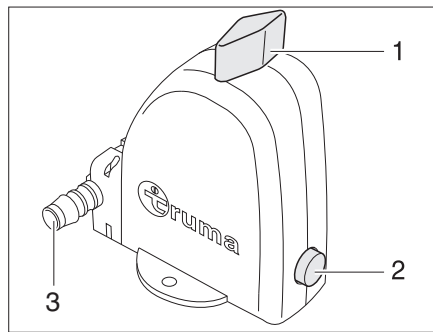

Fig. 226 Valve de sécurité et de vidange du chauffe-eau - Position de fonctionnement
Le chauffe-eau est équipé d'une valve de sécurité et de vidange (Fig. 226). La valve de sécurité et de vidange empêche que l'eau ne gèle dans le chauffe-eau lorsque le chauffage n'est pas allumé en cas de gel.
- ▷ Veiller à ce que la tubulure d'évacuation (Fig. 226,3) de la valve de sécurité et de vidange ne soit jamais obturée (p. ex. par des feuilles, du gel).
- Fermer la valve de sécurité et de vidange. A cet effet, tourner le bouton tournant (Fig. 226,1) transversalement à la valve de sécurité et de vidange et enfoncer le bouton-poussoir (Fig. 226,2).
- Ouvrir la valve de sécurité et de vidange. Tourner le bouton tournant (Fig. 226,1) parallèlement à la valve de sécurité et de vidange. Le bouton-poussoir (Fig. 226,2) ressort. Le chauffe-eau est vidé à l'extérieur via la tubulure d'évacuation (Fig. 226,3) de la valve de sécurité et de vidange.